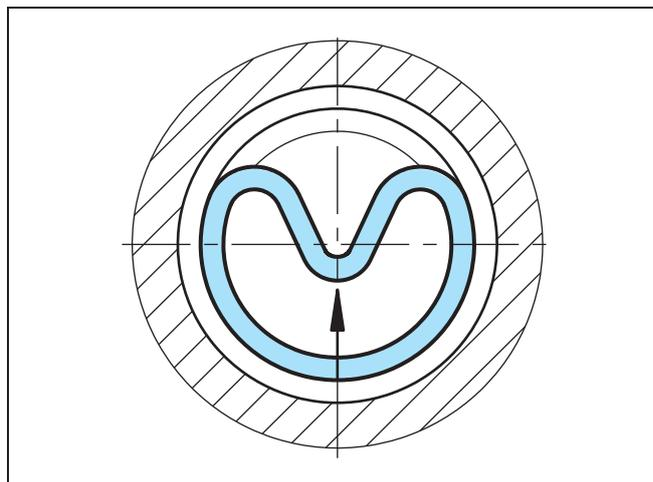

Figura 87 Introducción de la junta en el alojamiento cerrado
- Coloque la junta a presión en el alojamiento y empújela contra la junta tórica en la dirección de la flecha (figura 87).